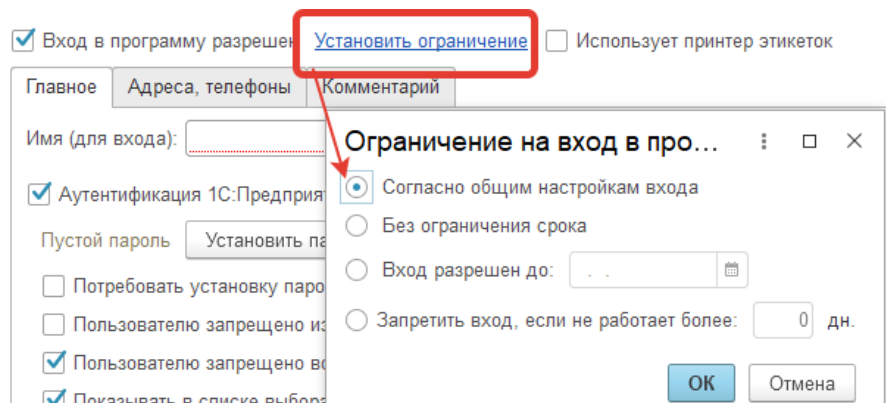

Рисунок 5
5. Для установки ограничения при входе есть возможность установить пользователю **Ограничение на вход в программу** (рис.5), перейдя по ссылке **Установить ограничения**. По умолчанию для новых пользователей установлены общие настройки, при необходимости можно изменить варианты настроек: